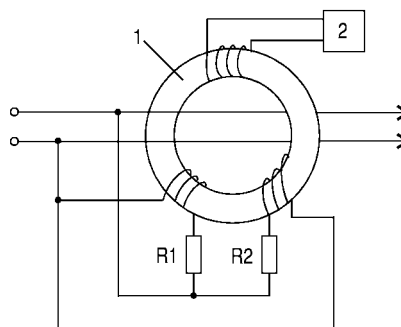

рис.4
**Аварийное размыкающее устройство** описано в патенте ЕПВ 0374506. Провода линии переменного тока проходят через трансформатор тока 1 (**рис.4**), на сердечнике которого намотаны две первичные обмотки, включенные встречно друг другу. Во вторичной обмотке включен исполнительный механизм 2 (реле). В нормальном режиме токи в первичных обмотках одинаковы и компенсируют друг друга, поэтому во вторичной обмотке